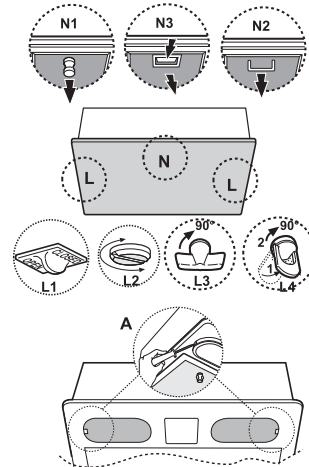
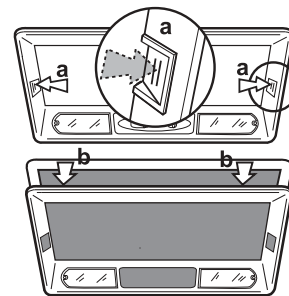

Fig. 1
Fig. 2
- Retirez la grille de support du filtre à graisses (Fig. 2) ou le filtre à graisses pour accéder au logement des ampoules (Fig. 1). Sur certains modèles, il suffit de dégager le plafonnier avec un tournevis plat (A - Fig. 1).
- Retirez les grilles d'aspiration ou les filtres à graisses - agir sur les pièces L ou N, (Fig. 1).
- Retirez les grilles d'aspiration ou les filtres à graisses (Fig. 1) ou le cadre (Fig. 2).